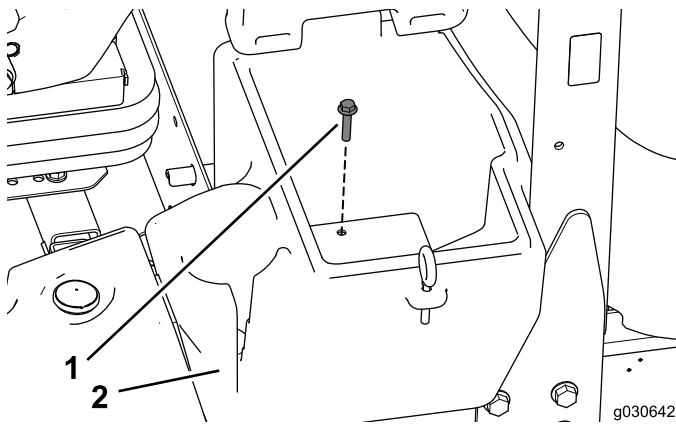

图1
1. 拆下将储物箱固定到机器左侧的螺栓（图1），并放在一旁。